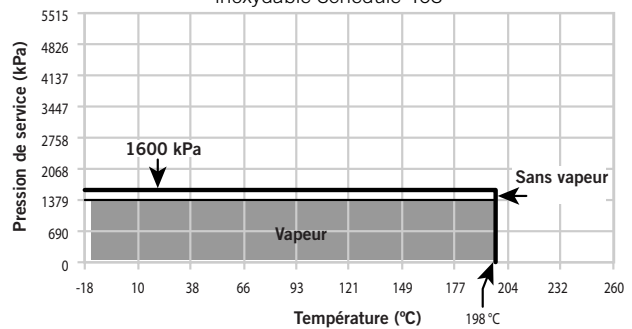

Figure 2 : Tubes en acier au carbone selon EN 10216-1 P235TR1
- Pour les applications sans vapeur utilisant un tube en acier au carbone à paroi fine conformément à EN 10216-1 P235TR1, les assemblages avec le collier Style 870 fournissent des pressions de service allant du vide total (29,9 in Hg/760 mm Hg) jusqu'à 232 psi/1600 kPa/16 bar, en fonction de la température maximum du système. Se référer à la figure 2 pour les températures/pression de fonctionnement spécifiques.